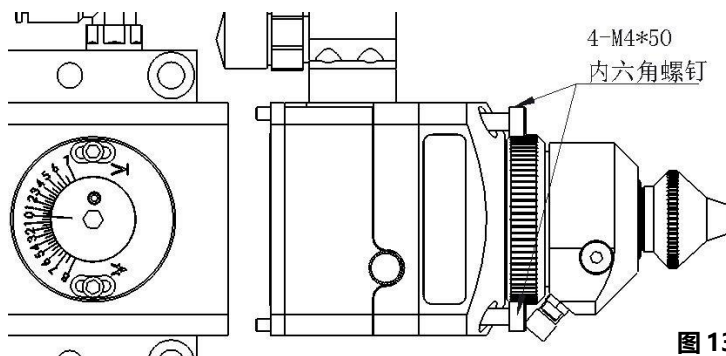

图 13 (2D) 移除 WM 和 TM 组件
- 如图 13 所示，从激光头下端取出 4 个 M4\*50 锁紧螺钉；